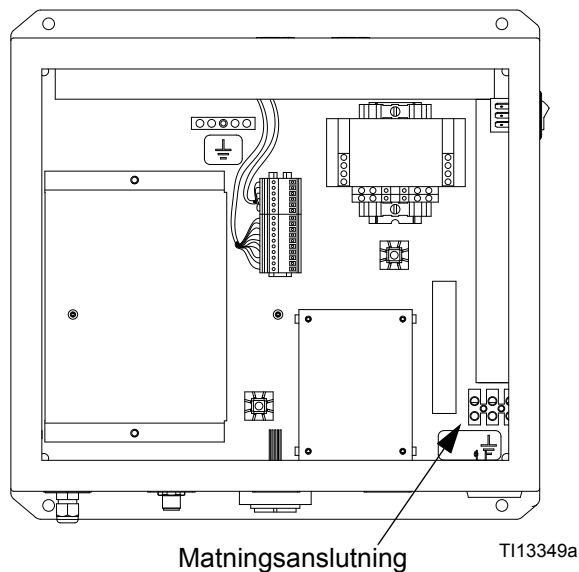

FIG. 17. Huvudströmanslutning
2. Se FIG. 17 och **Elschema för systemet** på sidan 44 för L1, N och jordade anslutningar inuti EasyKey.